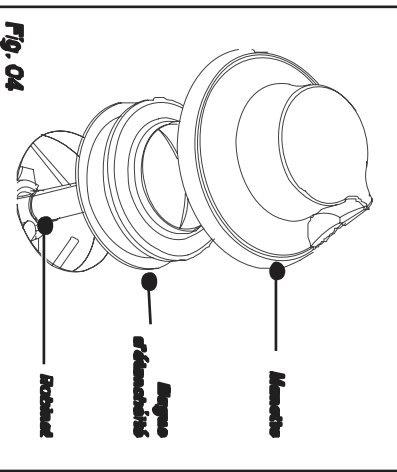

Fig. 04
- Réglez les manettes des robinets : ceux-ci sont situés sous les manettes (Fig. 04).